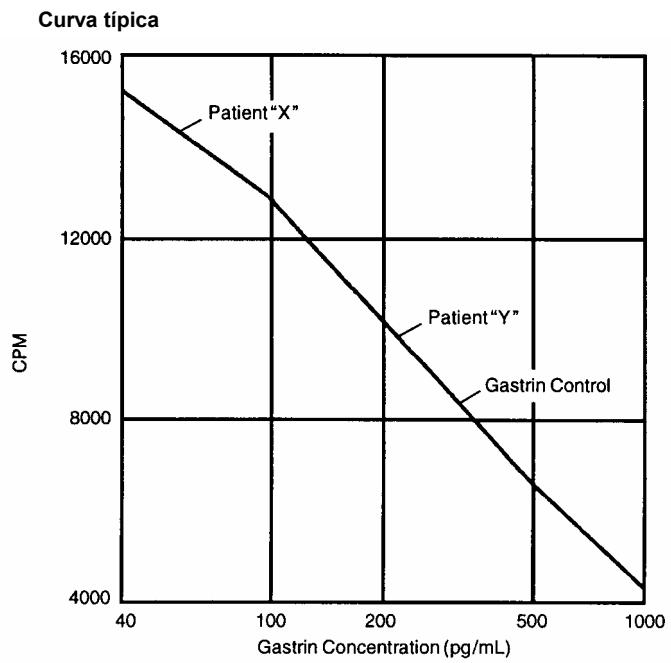

FIGURA 1
- 10.3** Dibuje la curva que mejor se ajuste. Consulte la FIGURA 1 y la TABLA III para ver un ejemplo típico de datos y curva de calibración.